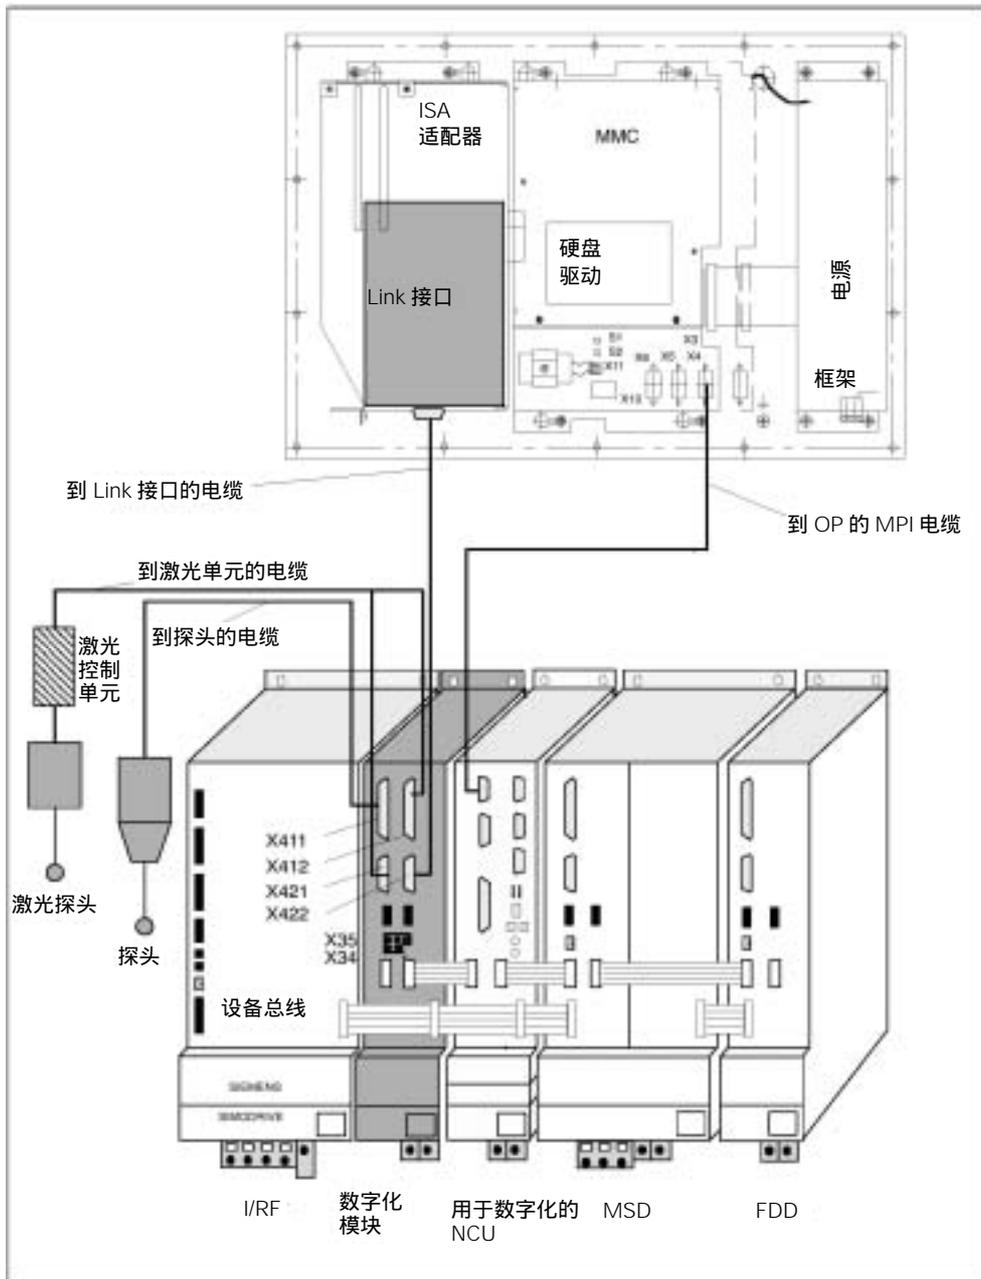

图 3-6 数字化部件的结构
- 6FX2002-1DA01-1 0,长度小于等于 50m (也可参见图 3-6)。
- 6FX2002-1DB01-1 0,长度小于等于 25m (也可参见图 3-6)。